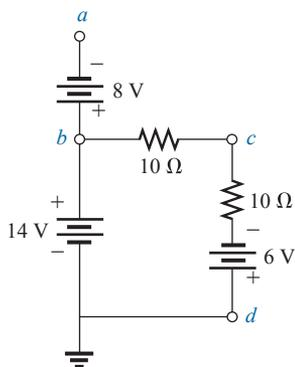

Figura 5.123 Problema 40.
- 40. Para o circuito na Figura 5.123, determine as tensões a seguir: